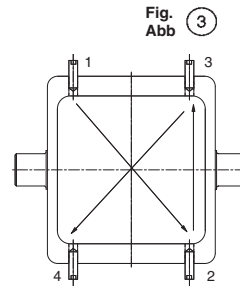

Fig. 3
- 3- Serrer modérément et en croix, les 8 vis pointeaux suivant fig. 3
- 3- Slightly tighten crosswise the 8 locking screws following figure 3.
- 3- Ziehen Sie die 8 Klemmschrauben gemäß Abb. 3 leicht über Kreuz an.
- 3-Stringere leggermente e a croce le 8 viti a brugola come da fig. 3
- 3-Apretar moderadamente y en cruz, los 8 tornillos según fig. 3.
- 3-Draai de 8 klemmschroeven zachtjes kruislings aan conform fig. 3.